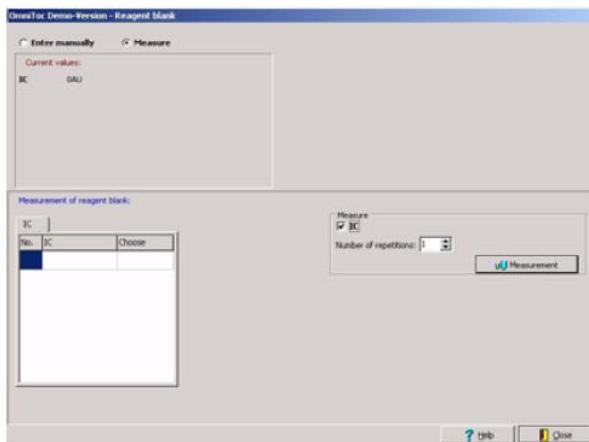

图45 Reagent Blank（试剂空白）窗口——Automatic Measurement（自动测定）
1. 选择**Measurement>Reagent Blank Value** (测量>试剂空白值) 打开**Reagent Blank** (试剂空白) 窗口 (图45)。